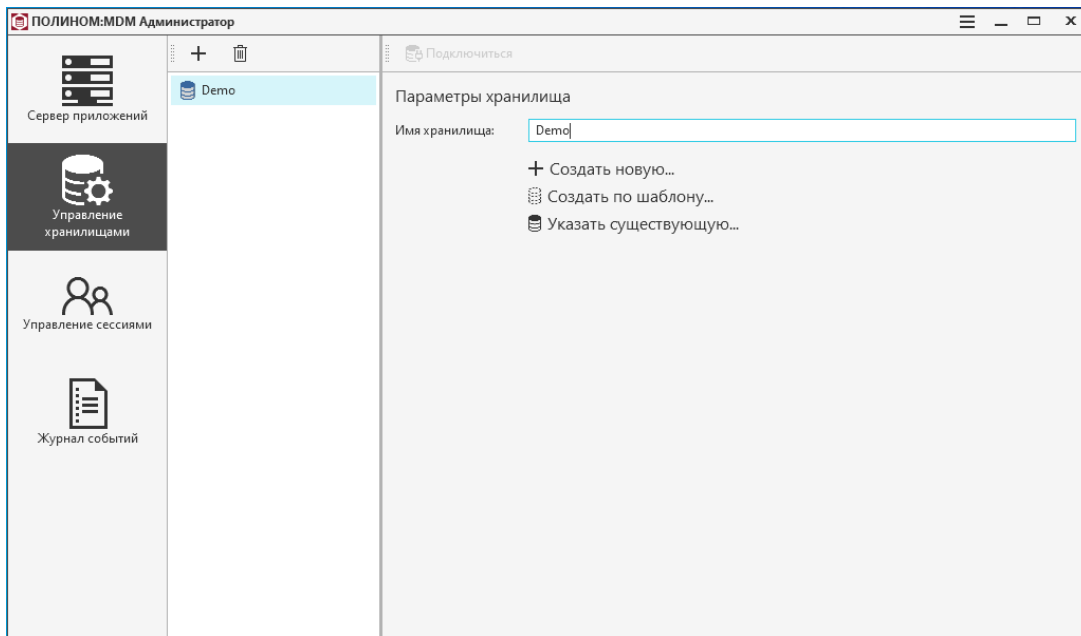

Рис. 3.25
1. Запустите приложение ПОЛИНОМ:MDM Администратор (рис. 3.25).
1. Нажмите кнопку **Создать по шаблону** (рис. 3.25).